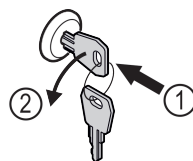

Fig. 182
- ▶ Włożyć kluczyk. Fig. 182 (1)
- ▶ Przekręcić kluczyk o 90° w lewo. Fig. 182 (2)